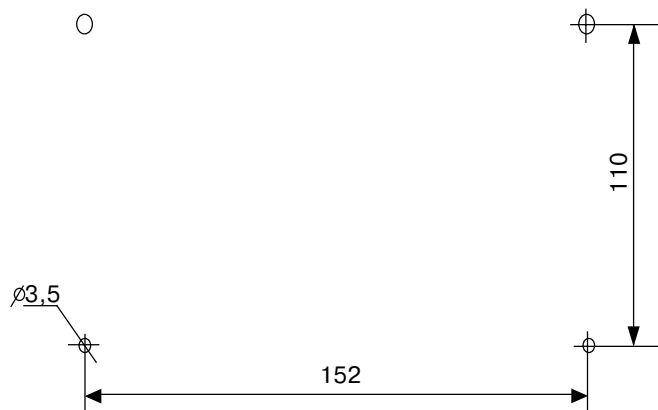

Рис.16
- произведите разметку согласно рис.16;